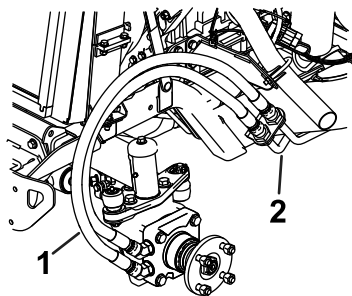
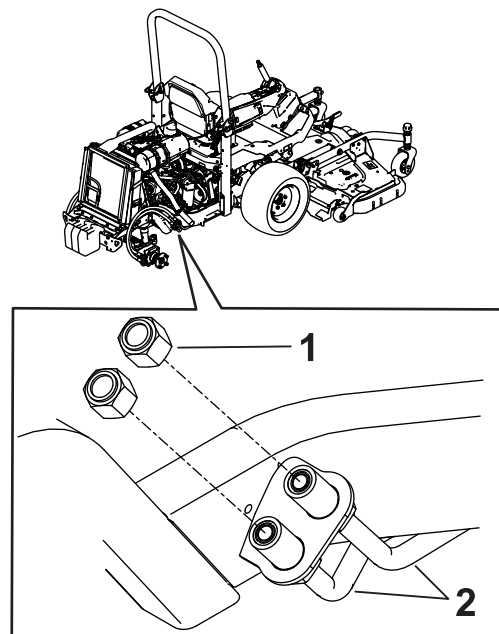

图 2
图 3
1. 从车轮前面的液压管线上拆下现有的液压软管并立即将盖子安装到液压管线上图 2和图 3。